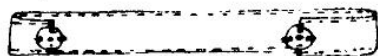

Рис. 329
2. Подогните один из концов штрипки на 5 мм и пришейте кнопку с углублением. Подогните другой конец на 1,5 см и пришейте половинку кнопки с головкой (рис. 329).